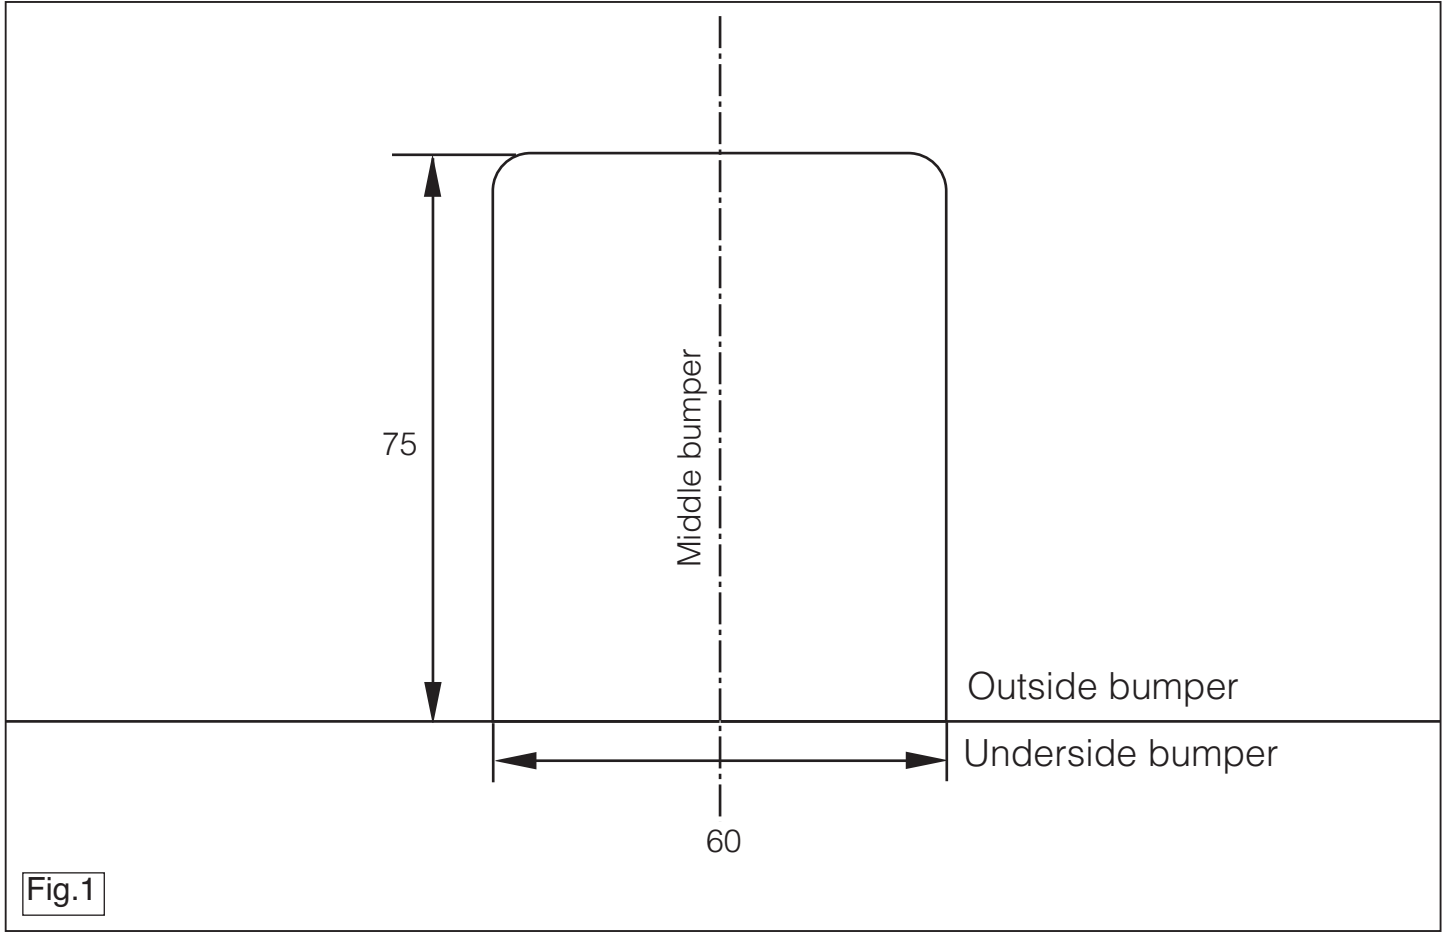

Fig.1
2. Sav en del ud af kofangeren midt på undersiden jf. fig. 1.